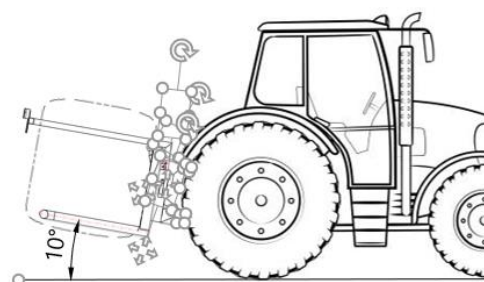

Abbildung 4-4 Neigungswinkel Ballengabel
2. Korrigieren Sie ggf. den Neigungswinkel des Anbaugerätes zum Straßenbelag mittels des Oberlenkers, so dass sich ein Winkel von ca. 10° einstellt (siehe Abbildung 4-4).